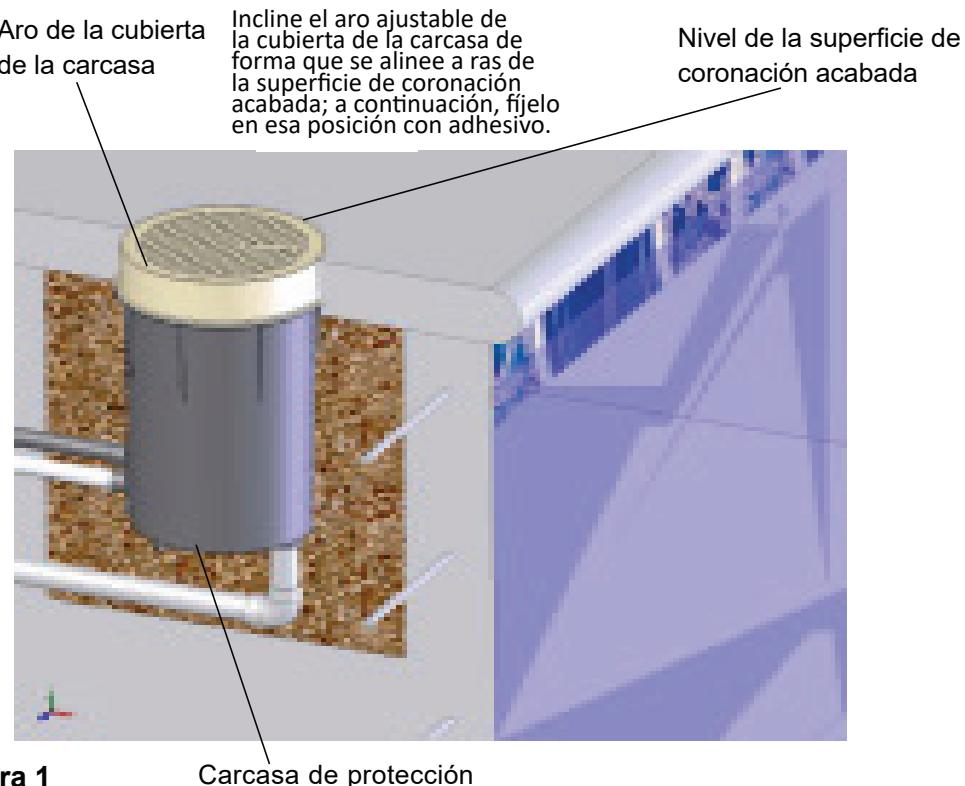

Figura 1
- Ancle la carcasa de protección de forma que el aro de su cubierta se encuentre al nivel de la coronación de acabado (figura 1). El aro ajustable debe inclinarse y ajustarse de forma que quede perfectamente alineado con la superficie de coronación acabada. Una vez realizados los últimos ajustes del ángulo del aro, fíjelo con adhesivo a la carcasa de protección.